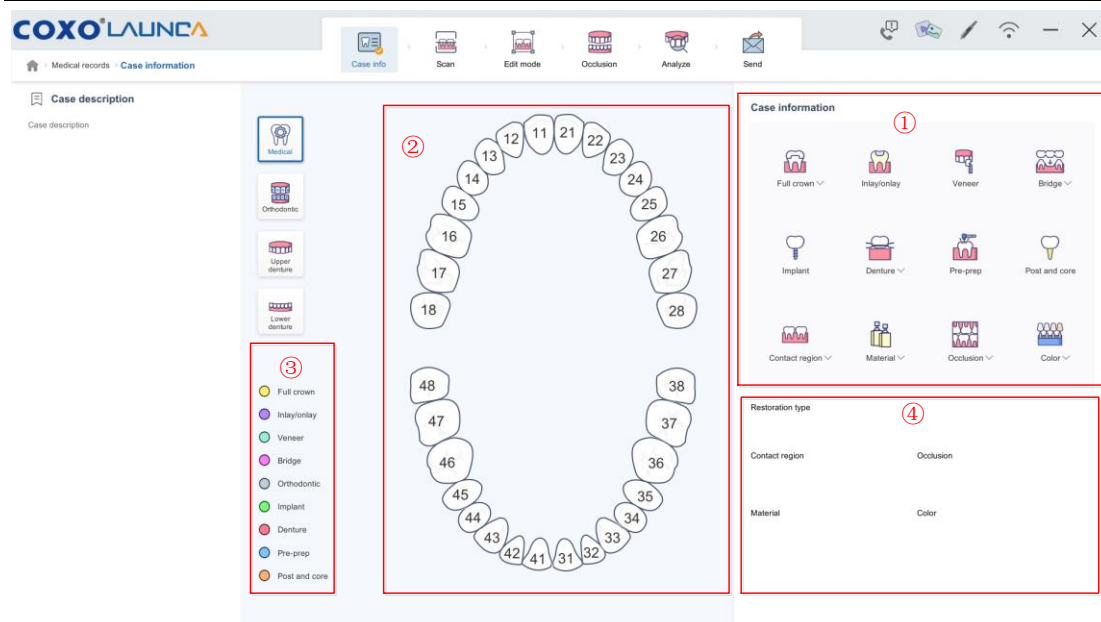

Fig. 4-5 Informații despre caz
Apăsați pictograma  în înregistrările de caz existente (după cum se arată în Fig. 4-4) pentru a accesa interfața cu informații despre caz, după cum se arată în Fig. 4-5. Cazul poate fi configurat urmând pașii de mai jos:
- Informațiile din zonele nr. 2, nr. 3 și nr. 4 din Fig. 4-5 vor apărea în Informații pentru comandă. Prin urmare, vă rugăm să confirmați conținutul înainte de a trimite o comandă.